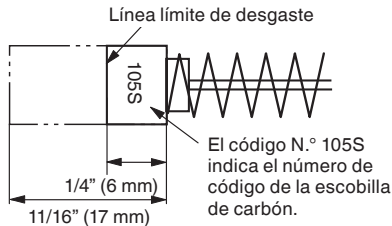
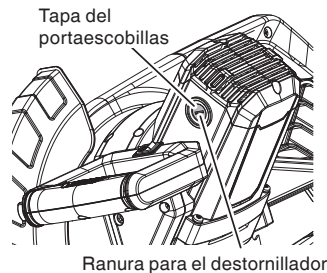

Fig. 40
Fig. 41
3. Inspección de las escobillas (Fig. 40 and Fig. 41)
Por lo tanto, inspeccione periódicamente las escobillas y reemplácelas cuando se hayan desgastado hasta la línea límite mostrada en la Fig. 40.
Las escobillas podrán extraerse fácilmente después de haber quitado las tapas de los portaescobillas (consulte la Fig. 41) con un destornillador de punta plana.